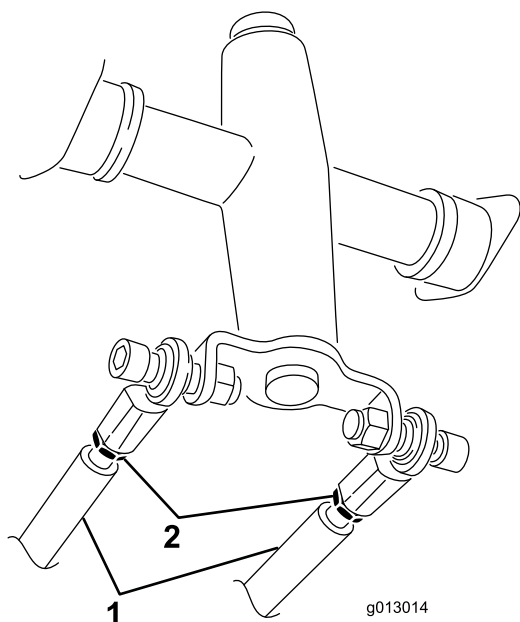

Figura 58
3. Afloje las contratueras de las varillas de tracción, debajo del panel de control (Figura 58).